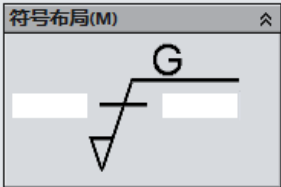

图 9-102 【需要 JIS 切削加工】参数
- 对于【需要 JIS 切削加工】符号，如图 9-102 所示。